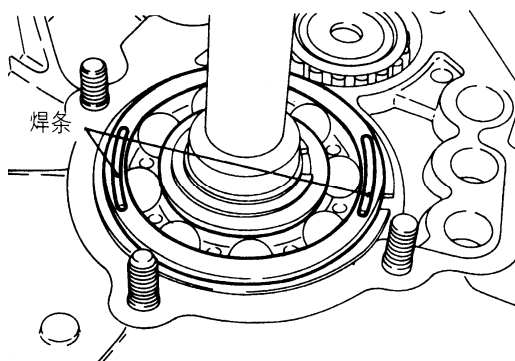
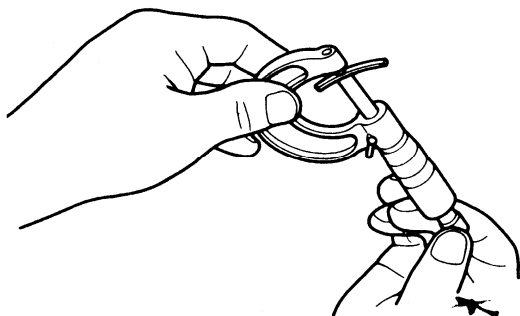

图 3-55 在轴承外圈上的放两根测量条
图 3-56 用千分尺测量被压扁测量条的厚度
(3) 安装隔圈前，在轴承外圈上的放两根长约为 10mm、直径为 1.6mm 的测量条（图 3-55），安装前轴承护圈，把各螺母拧紧到规定的扭矩，拆下前轴承护圈和焊条，注意如果直径 1.6mm 的测量条不能被压扁，则请使用 3mm 直径的测量条。用千分尺测量被压扁测量条的厚度（图 3-56），根据此厚度选择适当的隔圈装上，以使端隙符合标准值，其标准值应为 0~0.1mm。